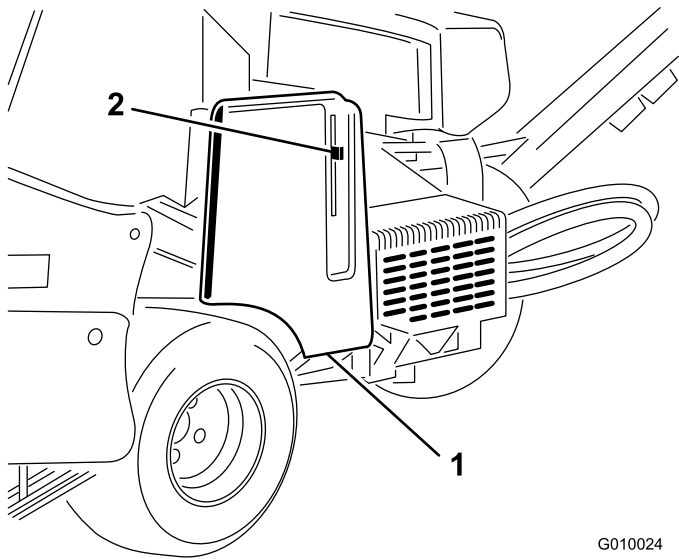
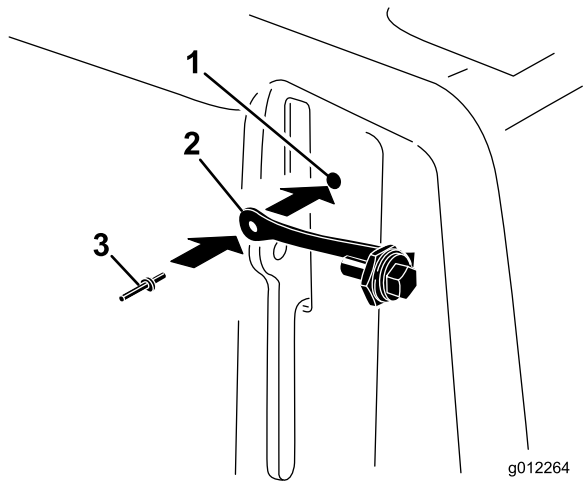

图 16
图 17
- 1. 找到皮带罩上紧靠门锁杆狭槽的孔图 16和图 17。
- 2. 用弹伸铆钉将系索总成固定到皮带罩的孔中图 17。